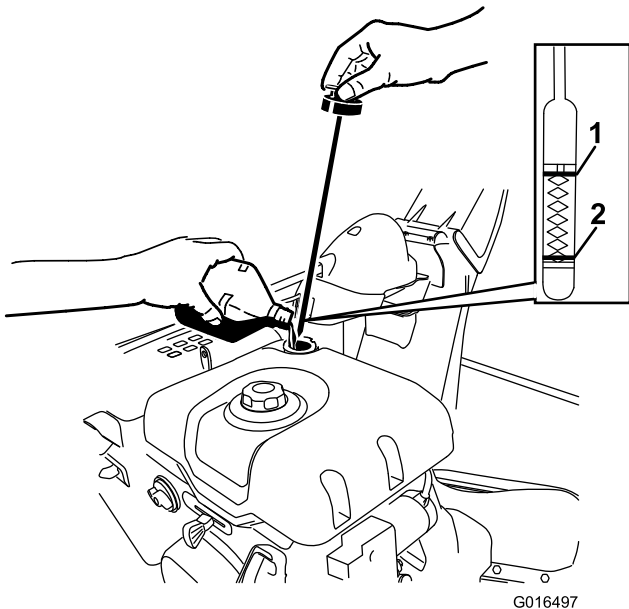

Figura 40
2. Rimuovete l'asta e controllate il livello dell'olio (Figura 40). Se l'olio non raggiunge la tacca di aggiunta, occorre rabboccare. Vedere Cambio dell'olio motore \(pagina 26\).